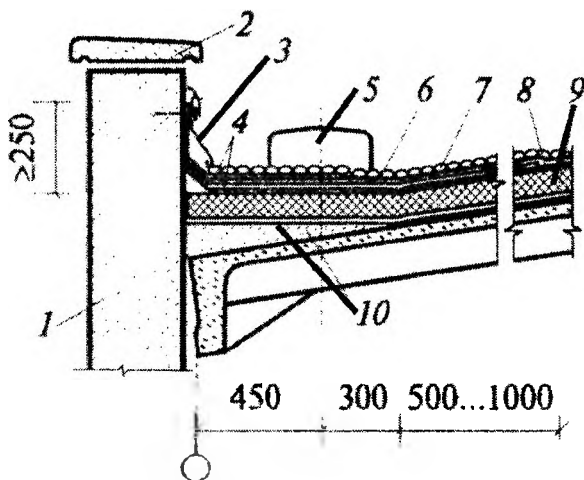

Рис. 3. Примыкание многослойной кровли к парапету с покрытием по железобетонным плитам.
- 7.1. Какой цифрой на рисунке примыкания многослойной кровли к парапету с покрытием по железобетонным плитам (рис. 3) обозначен фартук из оцинкованной стали?
- 7.2. Какой цифрой на рисунке примыкания многослойной кровли к парапету с покрытием по железобетонным плитам (рис. 3) обозначена воронка водостока?
- 7.3. Какой цифрой на рисунке примыкания многослойной кровли к парапету с покрытием по железобетонным плитам (рис. 3) обозначен утеплитель?
- 7.4. Какой цифрой на рисунке примыкания многослойной кровли к парапету с покрытием по железобетонным плитам (рис. 3) обозначена набетонка?